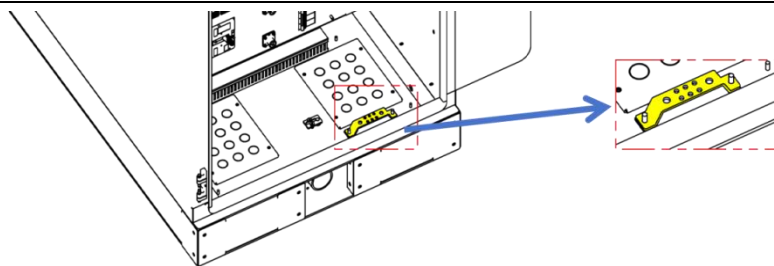

Figura 7-1 Conexión de puesta a tierra
3. Conecte el terminal de puesta a tierra a la barra de puesta a tierra con el sujetador M10 tal como se muestra en la Figura 7-1.
- El terminal de conexión a tierra del armario de baterías está ubicado en la barra de tierra dentro del armario, como se muestra en la Figura 7-1 (consultar conexión a tierra del armario de baterías).